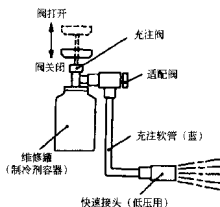
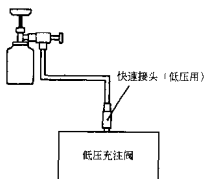
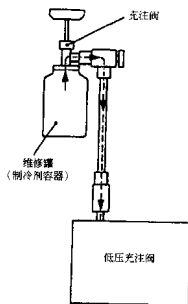

图 18-6
图 18-7
图 18-8
7. 使用维修罐修正制冷剂充注量不足(见图 18-6、图 18-7、图 18-8)